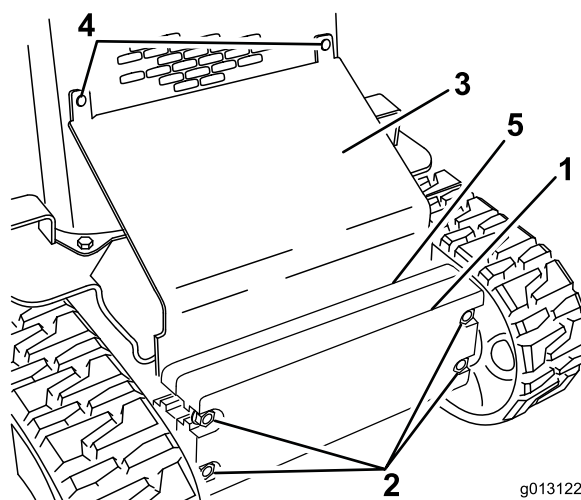

Figure 26
2. Desserrez les boulons de fixation des masses (Figure 26).
3. Enlevez les boulons de carrosserie et les écrous de fixation de la plaque inclinée (Figure 26).
10. Glissez la plaque inclinée entre le châssis et les masses, et fixez-la au panneau avant à l'aide des boulons de carrosserie et des écrous enlevés précédemment (Figure 26).
11. Serrez les boulons de fixation des masses avant (Figure 26).